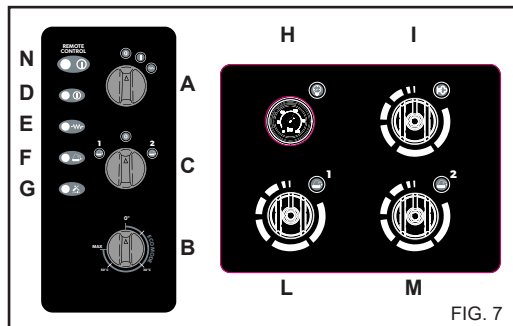

FIG. 7
1) Выключите систему нагрева, для этого поверните регулятор температуры в поз. «0», а главный выключатель в поз. «I» (рис. 7А, В)
4) Выключите аппарат, повернув выключатель в положение «0» (рис. 7А).
- 2) Запустите аппарат, выберете моющее средство (1 или 2) с помощью ручки (С рис. 7). Поверните соответствующий регулятор против часовой стрелки, (L) для моющего средства 1 и (M) для моющего средства 2 (рис. 7) распылите раствор на загрязненную поверхность снизу вверх. Оставьте раствор на несколько минут.